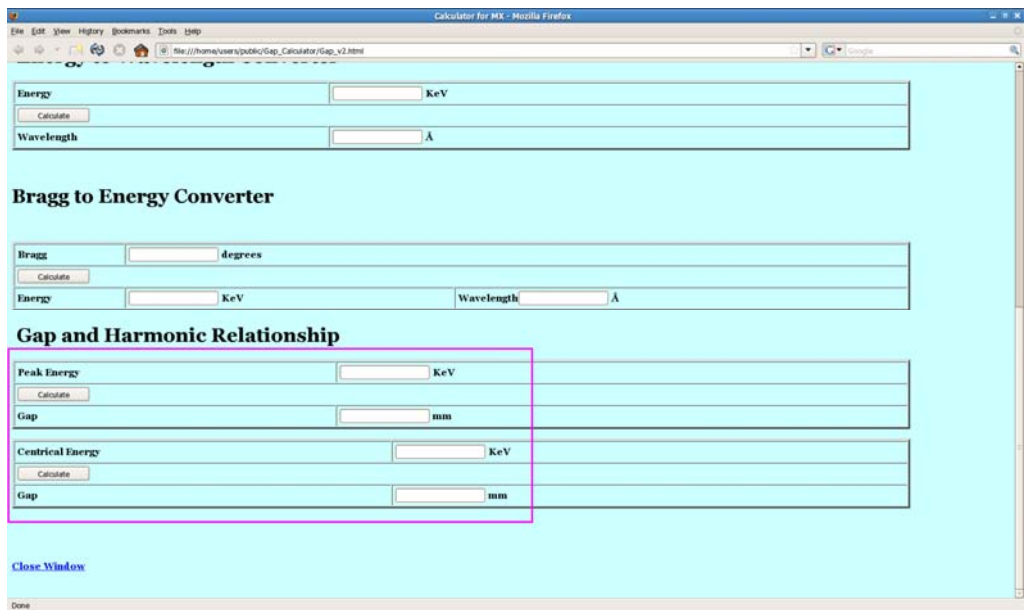

图 10 不同能量下 Gap 值的计算
可通过“calculator”网页计算不同能量对应的波荡器Gap值（见图10），然后打电话到中控室（内线电话2001~2005），请他们调节Gap（试运行期间Gap调节必须经由中控室来进行）。在“Peak Energy”中
- 根据所要扫描元素吸收边理论能量值，在“Calculator”网页中计算相对应的波荡器 Gap 值。在网页中“Central Energy”中输入元素吸收边理论值，点击“Calculate”，即可得到相应的 Gap 值。此时的 Gap 值并不对应波荡器的谐波值，而是处于一个较平缓的能谱分布区域，其强度较弱，但是能量变化时强度变化很小（见图 10）。
- 扫描完成以后，在任意电脑，Linux 系统，目录/home/users/public/fsdata 下可发现扫描文件。编辑该文件，添加两行：(1)Title *****; (2)扫描点数。保存。
- 将 chooch 计算得到的 peak 能量值输入“Calcultor”网页的“Peak Energy”处，点击“Calculate”，可得到相应的 Gap（见图 10）。